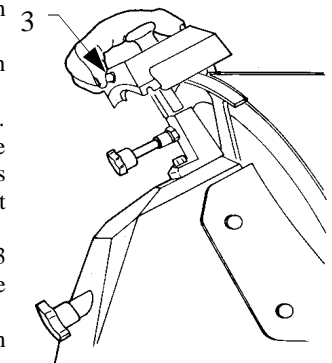

Abb. Nr.12b
- 4 auf den kleinen Knopf (3) drücken (siehe Abb. Nr.12b), das an der Schleifscheibe anliegende Messer ca. 30/40 Sekunden lang rotieren lassen, bis sich auf der Klinge des Messers ein leichter Grat bildet;